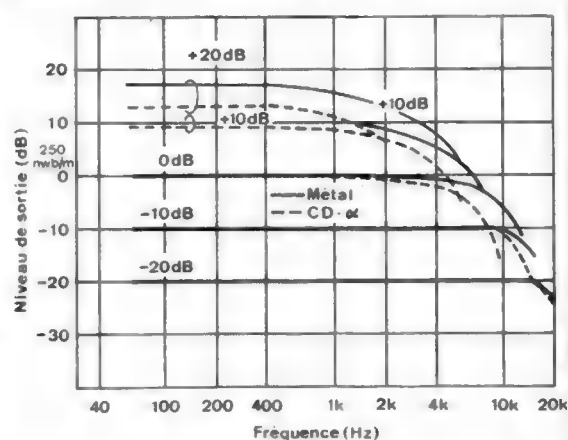

Fig. 6
■ **Réponse en fréquence (fig. 6).** Nous donnons la réponse en fréquence des deux types de bande pour cinq niveaux d'entrées différents : -20 dB, -10 dB, 0 dB, +10 dB, +20 dB pour un niveau de référence de lecture de 250 nWb/m (nWb/m
Sur la figure 6, la résistance R12 existe bel et bien ; elle part de la ligne positive (entre + C1 et collecteur de T1) et aboutit à la patte 8 du circuit intégré.